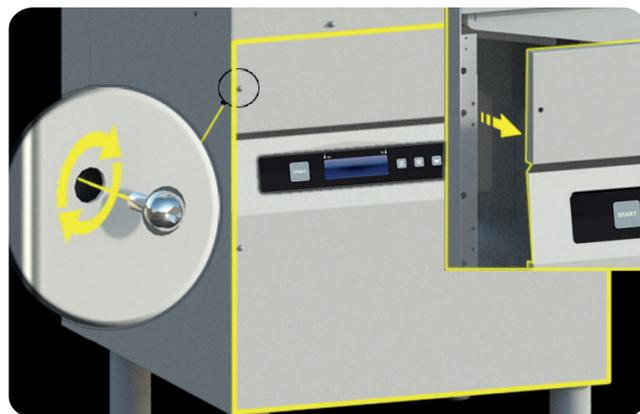

Fig. 20
- Enlever le panneau sous la porte pour accéder au compartiment technique, en enlevant les vis. (voir **Fig. 20**).